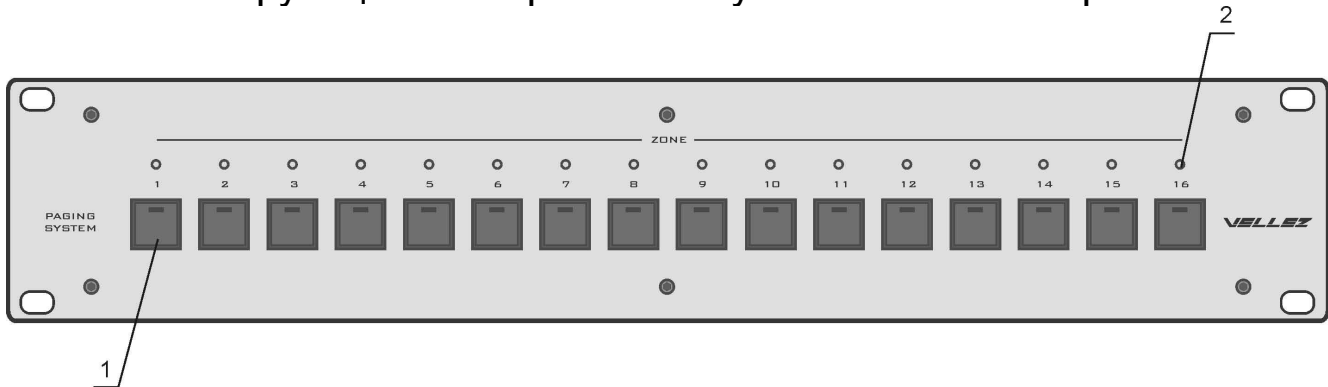

Рисунок 12.
9.2.6. Розміщення та призначення органів управління на передній панелі БК з функцією контролю стану лінії вказано на рис.12.